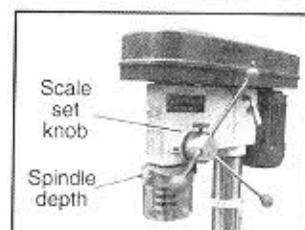

Ilustración 11
A. Ajuste de la Profundidad de Alimentación o Avance: Afloje la perilla de ajuste de la escala en la unidad del árbol de avance. Gire el indicador del árbol a la profundidad deseada y apriete la perilla de ajuste de la escala (ilustración 11).
B. Profundidad Fija: Afloje la perilla de ajuste de la escala. Gire el árbol de avance al punto más bajo y luego gire el indicador a la profundidad deseada. Apriete nuevamente la perilla de ajuste de la escala (ilustración 11).